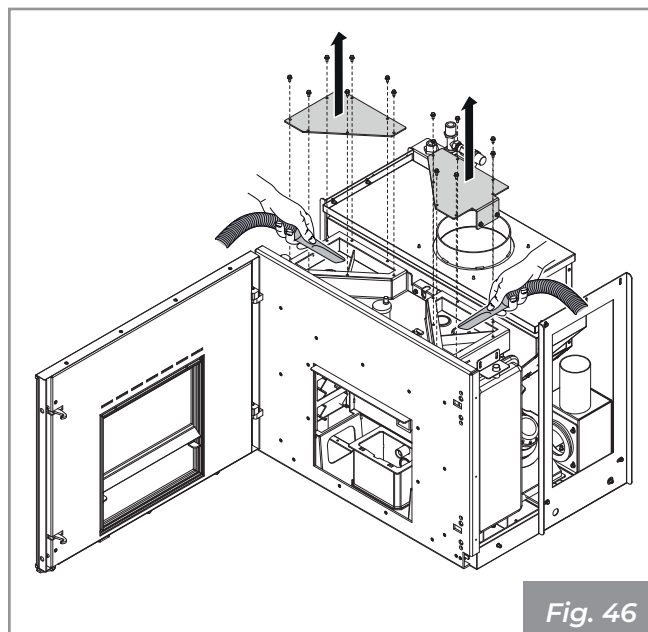

Fig. 46
- Quitar los tapones superiores de la caldera y aspirar la ceniza residual (**Fig. 46**).